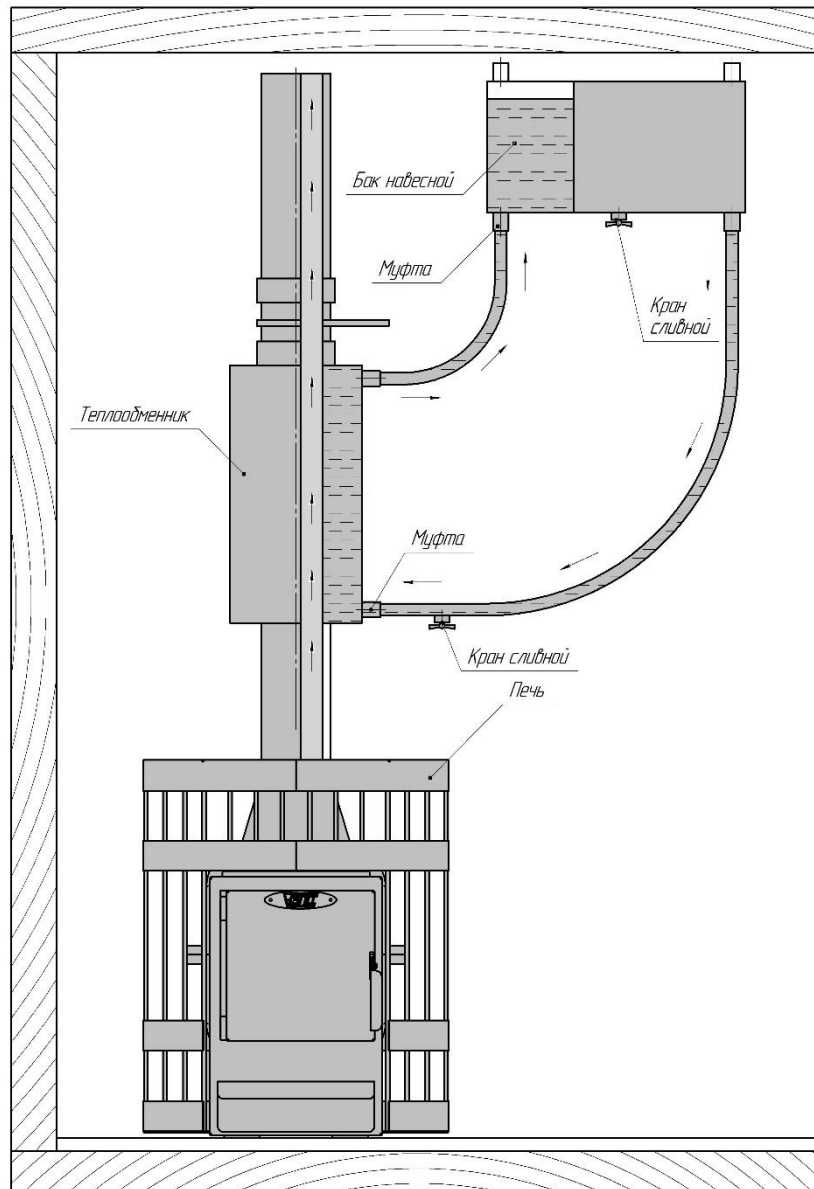

Рисунок 3: Вид спереди: подключение бака для горячей воды к банной печи серии «КОМЕТА» и «ОРБИТА».
- на печь устанавливается теплообменник, который подсоединяется к выносному баку – это отдельно весящий бак, который может быть размещен, в любом удобном месте или помещении (рисунок 3).